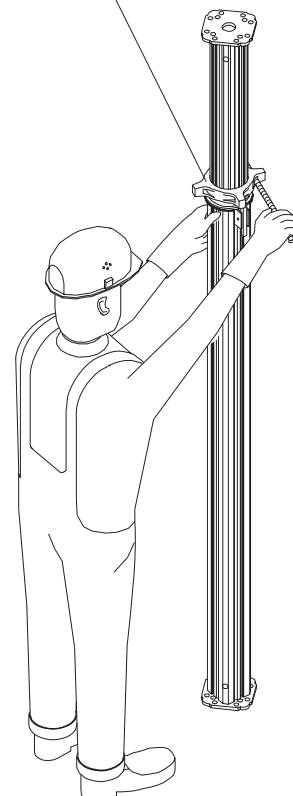

Fig. 19
- L'étais peut être également réajusté progressivement sous charge partielle jusqu'à 15 kN. A cet effet, ajuster l'écrou de réglage à l'aide d'un outil de montage. Fig. 19